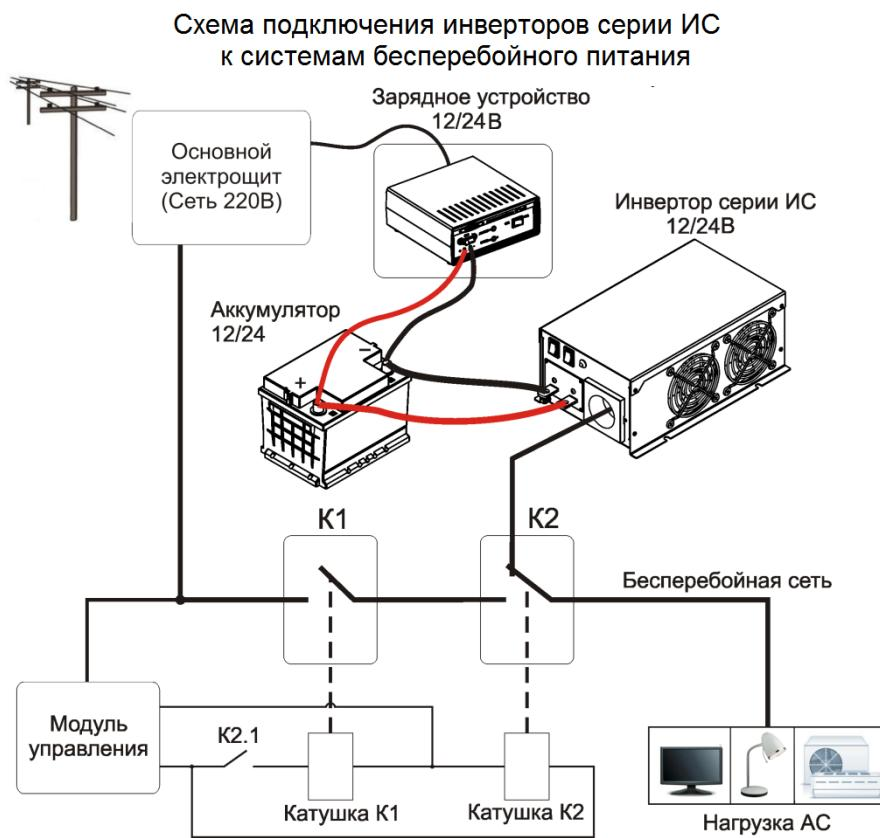

Рис.3.
- 7.1 Применение инверторов в системах бесперебойного питания. Для обеспечения надежной работы и исключения возможности попадания промышленного сетевого напряжения 220В на «выход» инвертора рекомендуется производить подключения согласно схеме на Рис.3.